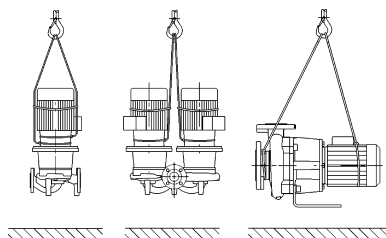

Fig. 7: Pumppun kuljetus
- Moottorissa olevat kuljetussilmukat on tarkoitettu vain kuorman kiinnityksen ohjaukseen (Fig. 7).